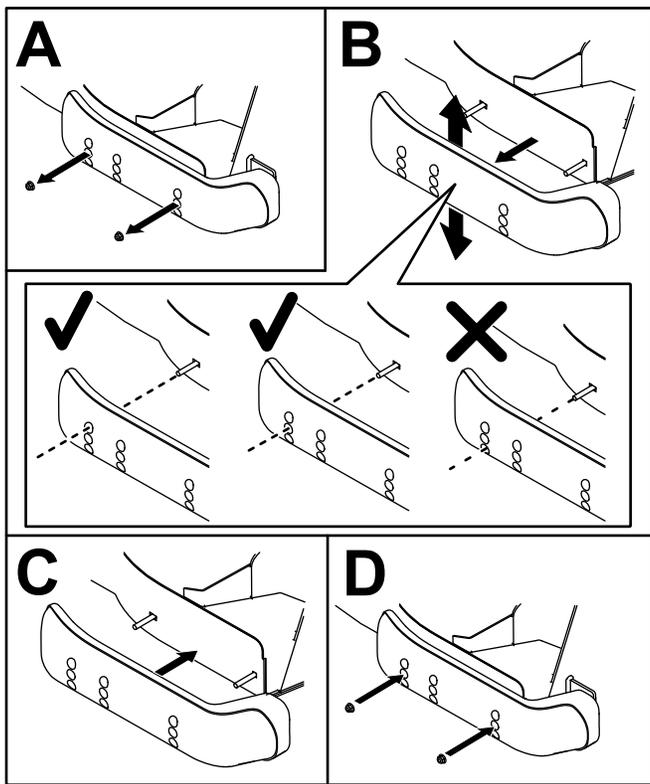

Bild 15
3. Bewegen Sie die Kufe in die gewünschte Position und sichern Sie diese mit Bundkopfschrauben und -muttern am Mähwerk (Bild 15).